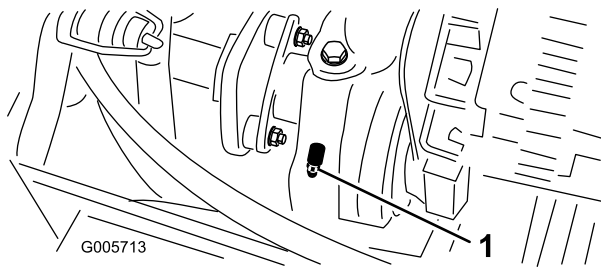

Bild 39
- Lager der Motorausgabewelle (Bild 39)